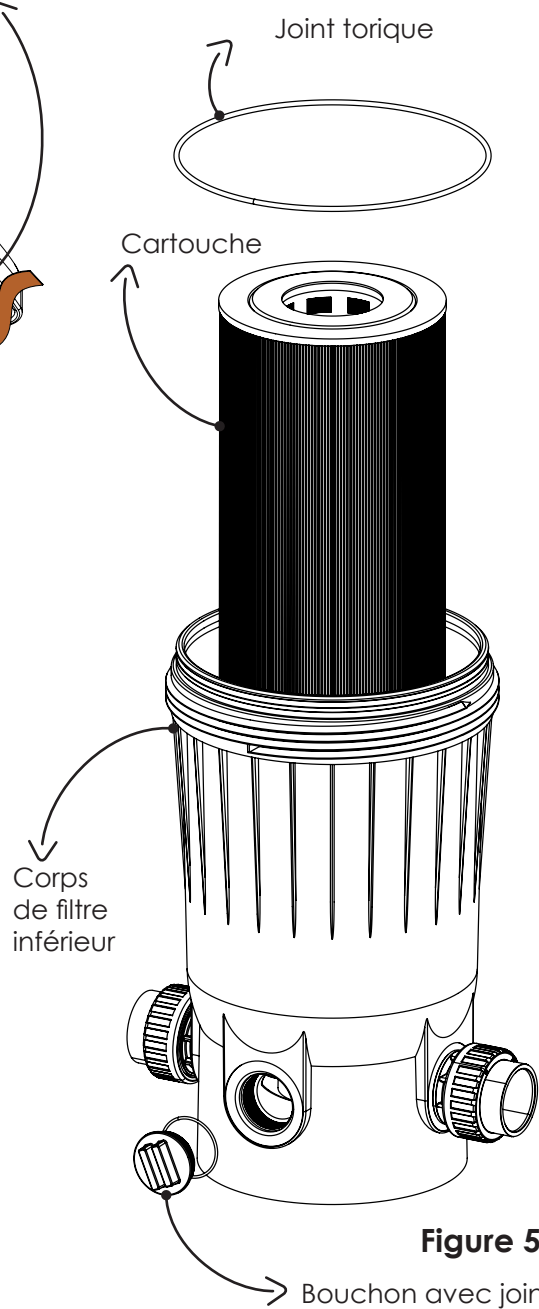

**Figure 3**
1. Utiliser UNIQUEMENT des composants d'origine ; les composants de la pince qui ne sont pas d'origine risquent de se briser en cours d'utilisation et de provoquer une séparation explosive des composants. Vérifier que les corps de filtre supérieur et inférieur sont correctement fixés à l'aide de l'anneau de verrouillage. Serrer l'anneau de verrouillage jusqu'à ce que les loquets de l'anneau de verrouillage s'enclenchent en place. Un "clic" est perçu lorsque l'anneau de verrouillage est correctement serré. (Voir Fig. 3)